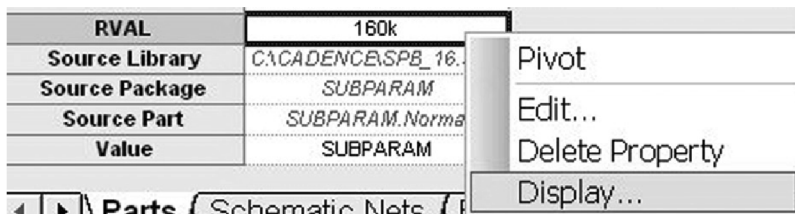
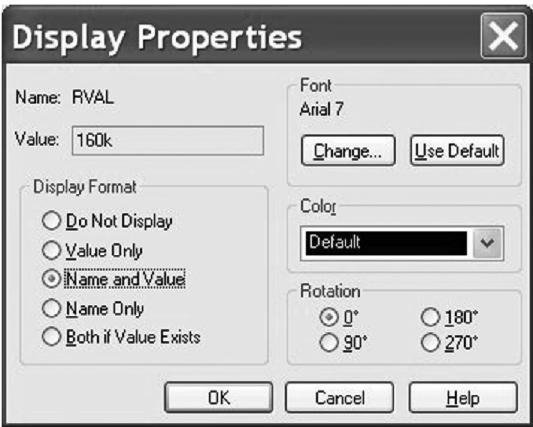

图 20.35 将子参数 RVAL 的属性值设置为 160k
图 20.36 显示子参数 RVAL 的名称和参数值
2. 双击 subparam 子参数元器件打开其属性编辑器，添加新行（或列），子参数名称 RVAL，默认值为 160k。如图 20.35 所示，选择 RVAL 然后 **rmb > Display** 对其显示进行设置。如图 20.36 所示，在 Display Properties 显示属性窗口中选择 Name and Value，对于子参数的名称和参数值进行显示。